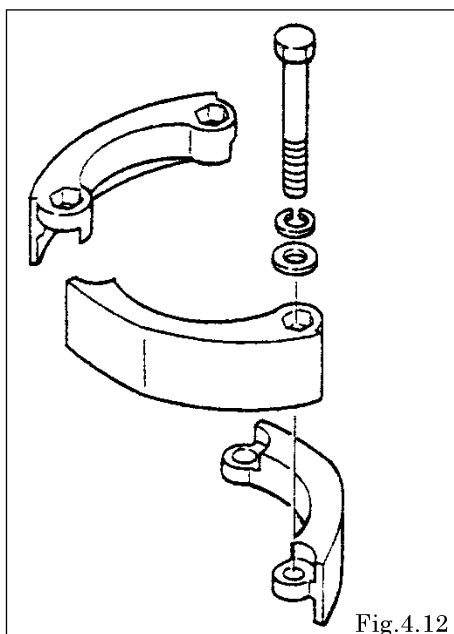

Fig.4.12
- Haga coincidir las piezas convexas y cóncavas del protector. [Fig. 4.12] (DP-50 BP_-HD·BV_-HD, DP-80 BP_-HD)